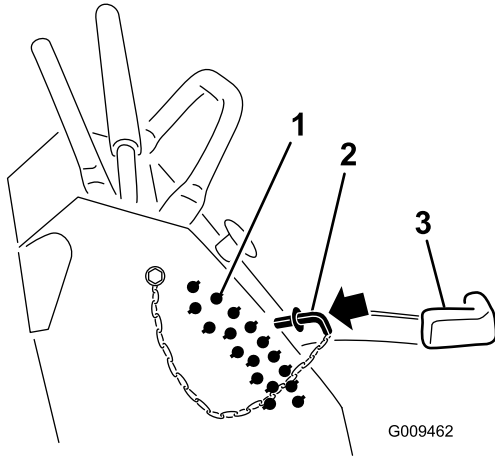

図 27
2. 刈高ブラケットについている穴から、希望する刈高に対応する穴を見つけ、その穴にピンを通す（図 27）。
3. 刈高レバーをピンまで下げる（図 27）。